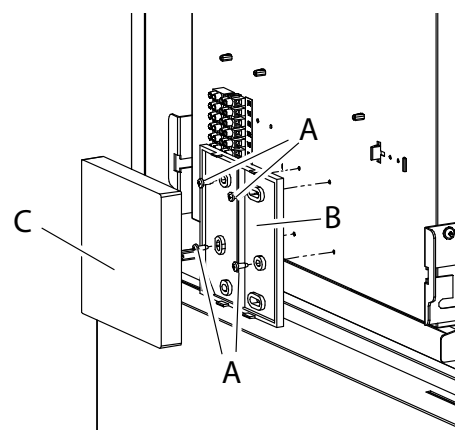

fig. 18 - Installazione comando remoto
Per l'installazione del comando remoto (rif. C fig. 18) a bordo macchina procedere come segue:
- fissare la back cover (rif. B fig. 18) del comando remoto utilizzando le 4 viti (rif. A fig. 18) pre-montate sul quadro elettrico
- agganciare il comando remoto (rif. C fig. 18) alla back cover (rif. B fig. 18) mediante gli appositi pin a incastro